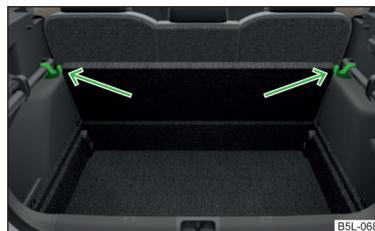

Fig. 88
- Apoye el suelo de carga variable en los ganchos abatidos » fig. 88.